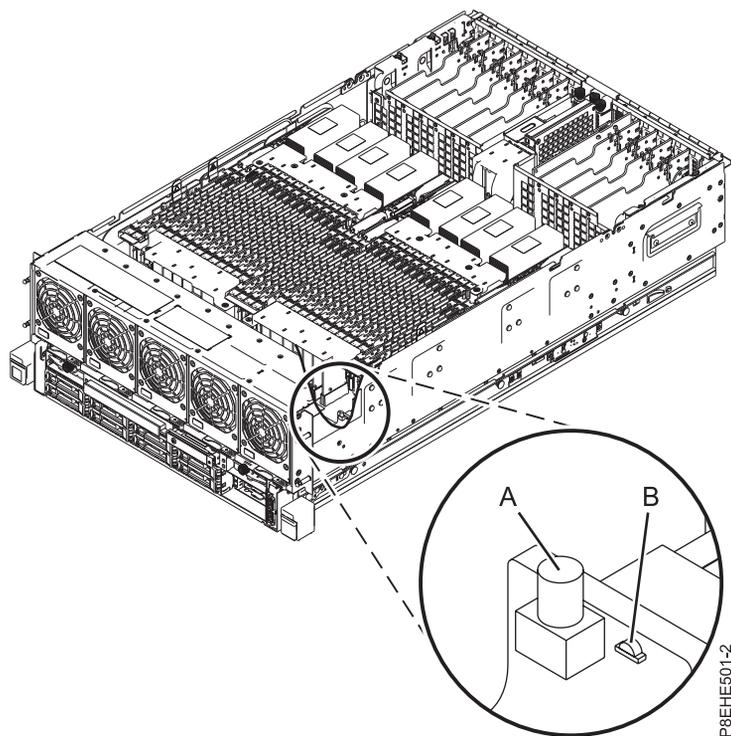

Abbildung 2. Kennzeichnungs-LED aktivieren
2. Drücken Sie die Taste **(A)**, wie in Abb. 2 gezeigt, um die Kennzeichnungs-LED zu aktivieren. Überprüfen Sie, ob die LED **(B)** leuchtet, um sicherzustellen, dass für die Kennzeichnungs-LED ausreichend Netzstrom vorhanden ist. Leuchtet die LED **(B)** nicht, verwenden Sie den Positionscode zur Ermittlung der physischen Position mithilfe des Serviceetiketts.